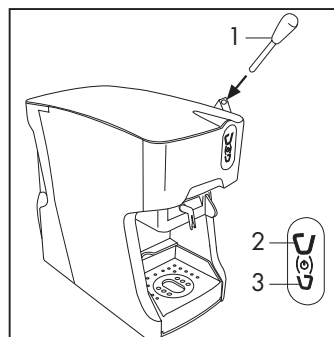

Fig. 4
- Inserire la leva (1) nell'apposita sede (**Fig. 4**)
- Collegare la macchina inserendo la spina (11) nella presa di corrente.
- Accendere la macchina premendo un tasto di erogazione (2-3) (**Fig. 4**)
Per utilizzare nuovamente la macchina premere un tasto di erogazione (2-3) e attendere il riscaldamento: quando i tasti (2-3) si illuminano in modo fisso la macchina è pronta per l'utilizzo. (**Fig. 4**)
La macchina può essere spenta premendo e tenendo premuto contemporaneamente per 5 secondi i simboli (2-3). (**Fig.4**)